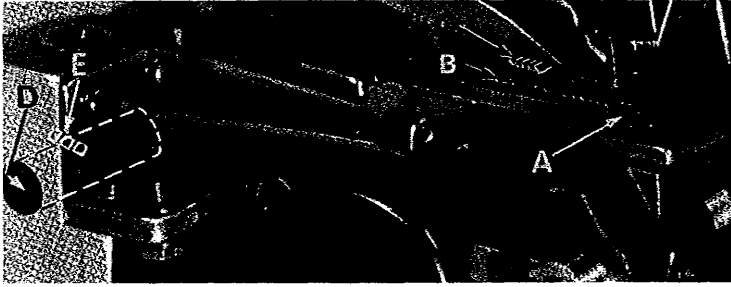

Fig. 10
Set the main and the chaining feed dogs (A and B, Fig. 10) so that the top surfaces of teeth all lay in the same place. This can be checked by laying a rule on the feed dog teeth. After mounting throat plate, feed dogs should be levelled with throat plate surface by rotating feed tilting adjusting pin (C, Fig. 10). This pin raises or lowers the back end of feed bar. The feed dogs must be aligned when their teeth just appear above the throat plate surface.
Screw (D, Fig. 10) locks the feed tilting adjusting pin.
Bauen Sie den Haupt- und den Ketteltransporteur (A und B, Fig. 10) so ein, daß die Oberkante der Zähne in einer Ebene liegen. Dies kann man durch Auflegen eines Lineals über die Zähne prüfen. Der Haupttransporteur wird durch Drehen am Transport-Einstellbolzen (C, Fig. 10) in einer Ebene mit der Stichplattenoberfläche gebracht. Dieser Einstellbolzen hebt oder senkt das hintere Ende des Transporteurträgers. Der Transporteur muß zu dem Zeitpunkt, an dem die Zähne gerade an der Stichplattenoberfläche erscheinen, ausgerichtet werden.
Mit der Schraube (D, Fig. 10) wird der Transport-Einstellbolzen befestigt.
If it becomes necessary to move looper thread pull-off (AF), be sure to take up all end play in needle drive shaft before tightening. If upper looper is located so that it is higher over throat plate than recommended in (Fig. 10) the purl will tend to form near top edge. If upper looper is too low, the purl will form nearer bottom edge.
Muß der Fadenabzugsbügel (AF) verstellt werden, so ist darauf zu achten, daß jegliches Spiel auf der Nadelantriebsachse beseitigt ist, bevor die Befestigungsschraube angezogen wird. Wenn der Obergreifer über der Stichplatte höher steht als in (Fig. 10) empfohlen, so erfolgt die Fadenbindung mehr an der oberen Stoffkante, während bei tieferer Greiferstellung die Bindung mehr an die untere Stoffkante zu liegen kommt.